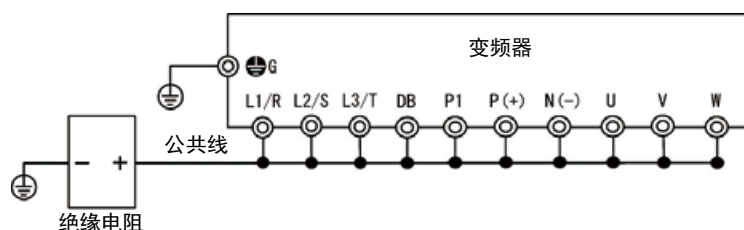

图7.6-1 绝缘电阻测试时的主电路端子连接
- 3) 如图7.6-1 所示，通过公共端子线连接主电路端子。